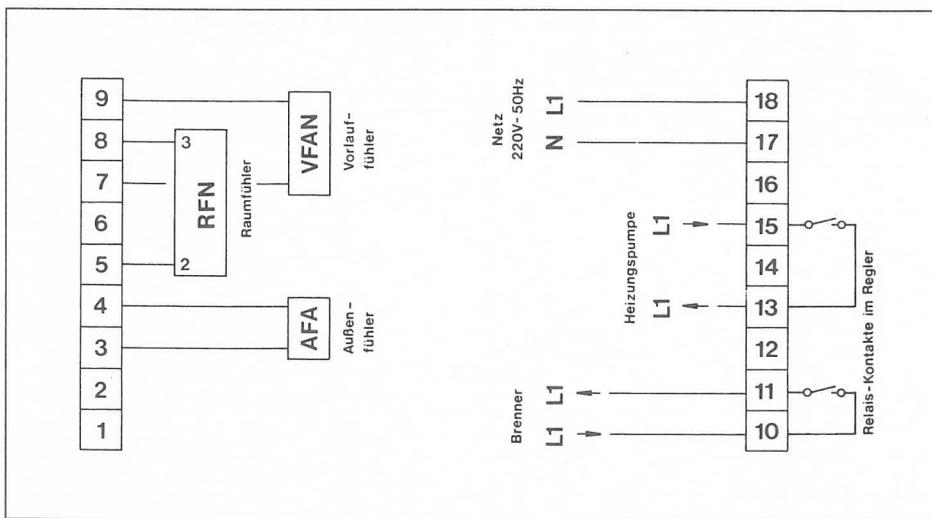

Bild 5 Anschlußschema zu 2.1.4
2.1.4 Witterungsabhängige Vorlauf-temperaturregelung mit Raumfühler RFN zur raumgeführten Absenkung (Bild 5)